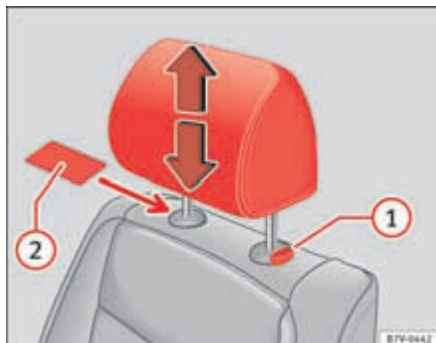

Fig. 86 Desmontar el apoyacabezas delantero.
- Desbloquee el apoyacabezas utilizando, si fuera necesario, un objeto plano como una tarjeta de plástico, y deslícelo entre el tapizado del respaldo y la tapa de la varilla-guía del apoya cabezas ⇒ fig. 86 ②.
- Extraiga el apoyacabezas por completo manteniendo pulsada la tecla ①.
- Desplace el apoyacabezas hacia abajo a la vez que pulsa la tecla ⇒ fig. 86 ①.